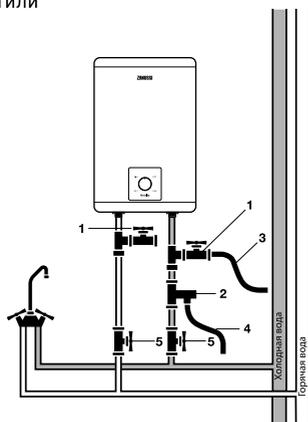

Рис. 5: Схема подключения к водопроводу моделей серии Novelti O
При подключении к системе водоснабжения необходимо предусмотреть и реализовать установку индивидуальных запорных вентилей (позиция 5 на рис. 5) на линии подачи холодной воды в водонагреватель и на линии выхода горячей. Индивидуальные запорные вентили по линии горячей и холодной воды, должны быть в закрытом состоянии в период неиспользования водонагревателя, в проведении профилактических и технологических работ на линии водоснабжения. Установка и правильное использование запорных вентилей является обязательным условием при предоставлении гарантийного обслуживания, а так же залогом длительной и безаварийной работы водонагревателя. Для упрощения процесса слива воды из водонагревателя рекомендуется на входе и выходе воды из водонагревателя установить тройники (позиция 1 на рис. 5 и 5а).
Во избежание протечек при подключении трубопровода на концы резьбовых соединений следует установить комплектные резиновые уплотнительные прокладки. Если необходимо реализовать систему водоснабжения на несколько водоразборных точек, используйте способ соединения (см. рис. 5 и 5 а).
Рис. 5а: Схема подключения к водопроводу моделей серии Novelty U
- Присоедините дренажный шланг (позиция 3 на рис. 5 и 5а) к запорному крану на тройнике на входе холодной воды в водонагреватель и направьте его в канализацию, либо в место слива воды. Откройте запорный кран и дождитесь полного слива воды.